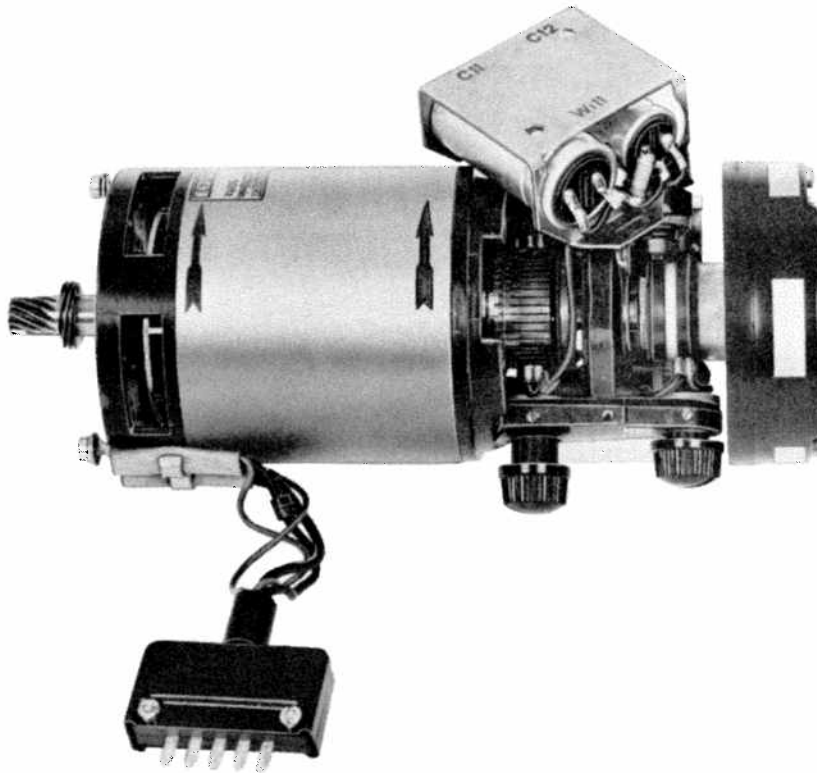

Bild 37
3.4.1.11 Lossa montagebygeln för kondensatorerna C11 och C12 från motorn, bild 37. Lyft upp ena änden av montagebygeln och tvätta kommutatorer och släpringar med sprit 35. Använd putsduk M6400-106010. Återställ.